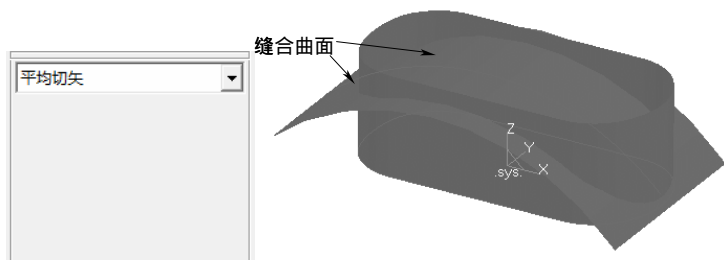

图 8-85 缝合曲面 1
1) 选择下拉菜单“造型”→“曲面编辑”→“曲面缝合”命令，或者单击“线面编辑栏”工具栏上的“曲面缝合”按钮，在立即菜单中选择“平均切矢”缝合方式，依次对图 8-85 所示的曲面进行缝合。